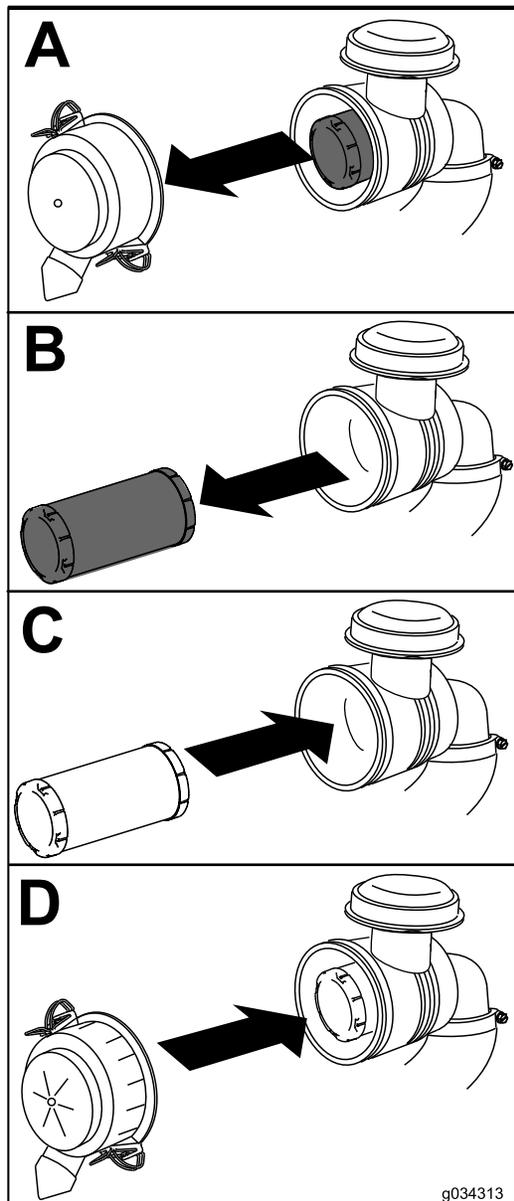

Рисунок 39
1. Осторожно извлеките воздушный фильтр из корпуса воздухоочистителя (Рисунок 39).
- Установите крышку воздухоочистителя таким образом, чтобы сторона с обозначением «UP» (ВВЕРХ), была обращена вверх, и закройте защелки (Рисунок 39).